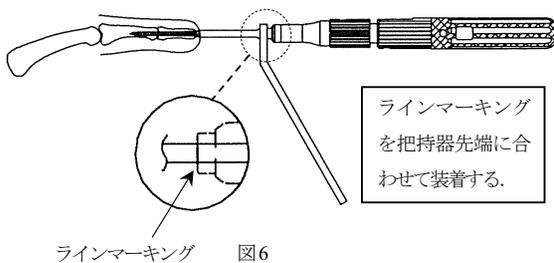

図6
2.0 スクリュースリーブを使用する場合は、1.5/2.0 テーパードスクリュー把持部のラインマーキングを把持器先端に合わせて装着して下さい。把持器先端がスクリュースリーブ端面に到達すると、スクリュー切断部が骨面から突出した状態になります。(図6)